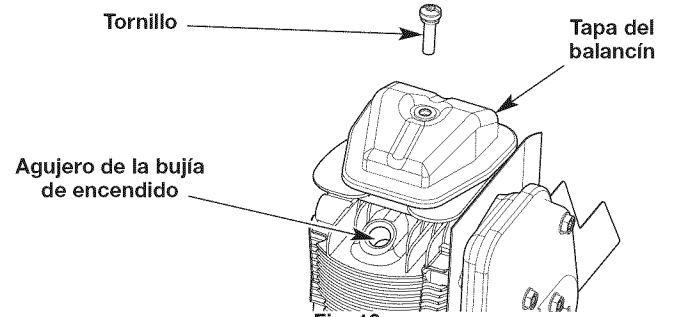
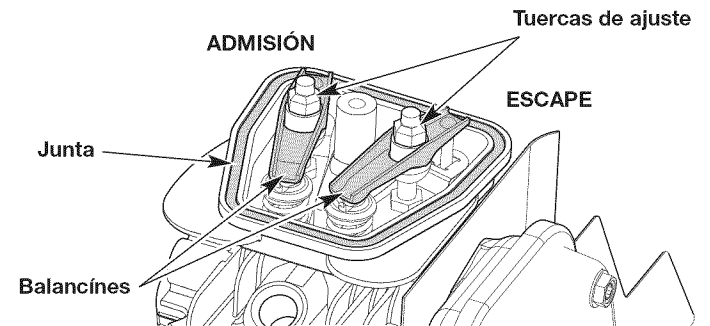

Fig. 19
Fig. 20
6. Quite el tornillo de la tapa del balancín con un destornillador plano o un destornillador Torx T-25 (Fig. 19). Quite la tapa del balancín y la junta.(Fig. 20).
7. Inspeccione el orificio de la bujía (Fig. 19) y hala la cuerda de arranque lentamente para mover el pistón. Asegúrese de que: